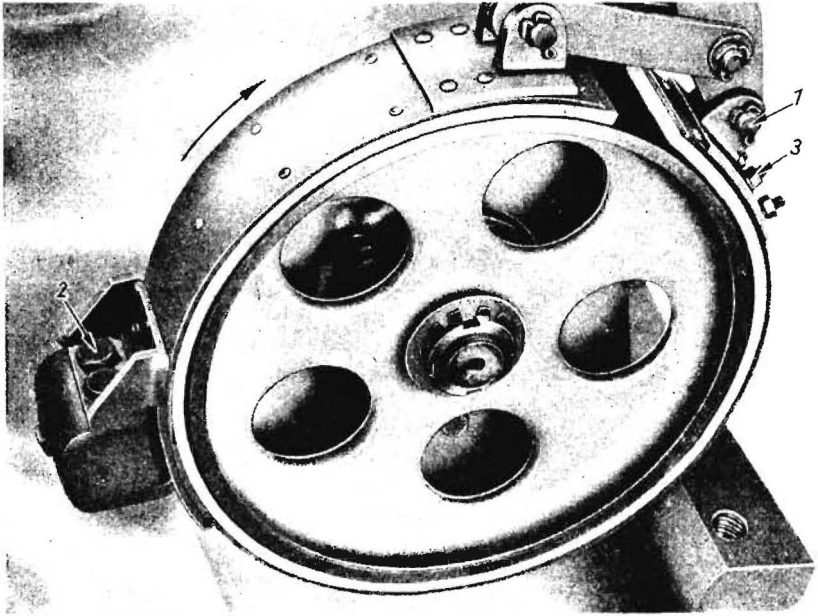

Bild 52 Demontage der Fußbremse
10. Demontage des Fußbremsbandes (Bild 52)